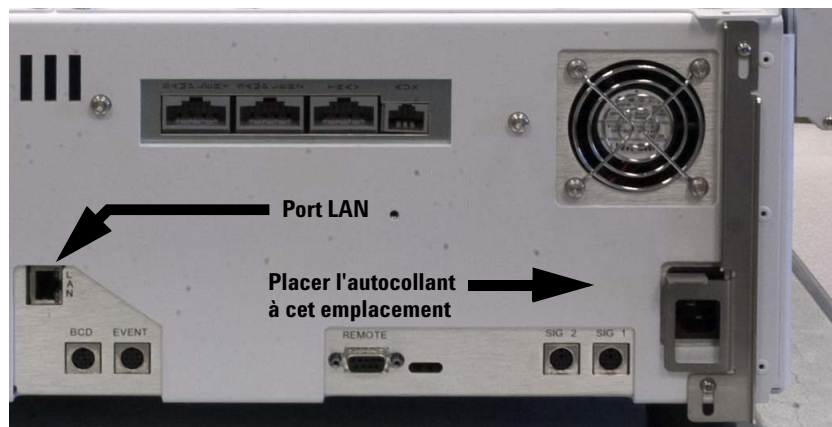

Figure 4 Autocollant de tension et emplacements du port LAN
- 7 Posez l'autocollant signalant la tension fournie au dos du châssis principal, à proximité du cordon d'alimentation (Figure 4).
- 8 Branchez le câble du réseau local au port **LAN** à l'arrière du châssis (Figure 4).